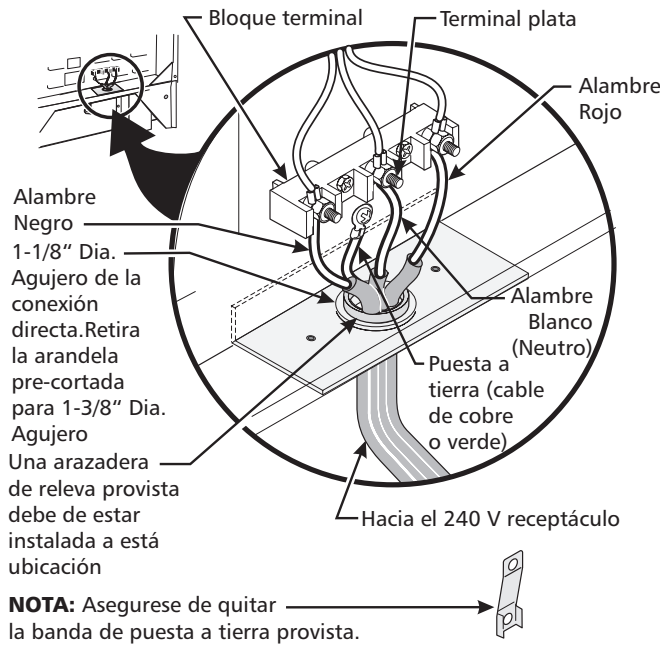

Figura 4
NOTA: La cocina corrediza eléctrica viene de fabrica con un agujero de diámetro 1 1/8" (2.9 cm) como se muestra en la figura 4. Si un agujero mas largo está necesario retire la arandela de la pre-cortada.
3. Utilizar los tuercas suministraron en el paquete de la literatura para conectar el alambre de tierra (verde) del cable de bronce del suministro eléctrico al armazón del electrodoméstico con el tornillo de la base, usando el hoyo del armazón por donde retiró la correa de la base (Figura 4).
Si el aparato está conectado directamente al cortacircuitos, a la caja de fusibles o a la caja de empalmes, use un cable blindado flexible o no metálico recubierto de cobre (con alambre a tierra). Provee una abrazadera relevo de anclaje homologado UL a cada extremidad del cable. A la extremidad del electrodoméstico, el cable pase a través del agujero de la conexión directa (Figura 4) en el cordón de la placa de montaje. El tamaño de los alambres (**alambre de cobre solamente**) y las conexiones deben estar conforme al régimen del electrodoméstico.